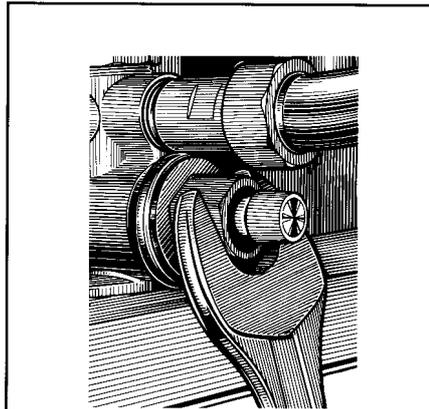

Fig. 3
- 4) Svitare la testa del rubinetto utilizzando una chiave fissa del 24 (fig. 3).